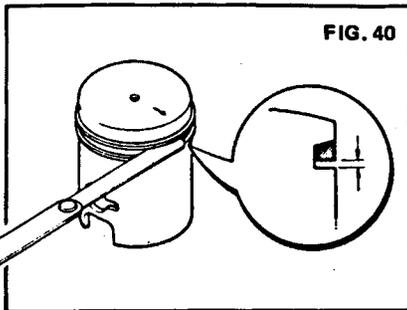

FIG. 40
— **Jeu latéral dans les gorges** : ce contrôle nécessite d'avoir au préalable nettoyé les gorges du piston. Evaluer ce jeu en glissant des cales d'épaisseur sous le segment (fig. 40).
- A l'aide d'un démonte-soupapes, comprimer les ressorts pour pouvoir retirer les demi-clavettes de queue de soupape. Les retirer avec une pincette (fig. 40 bis).
FIG. 40 bis